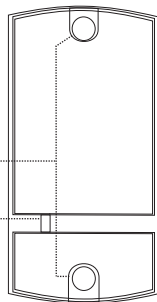

Рис. 3
5. Закройте отверстия на считывателе заглушками из комплекта, рис. 3.